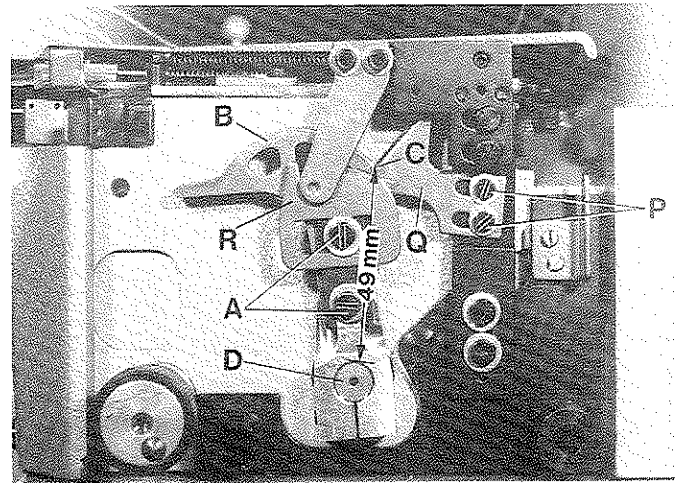

Fig. 22
1. Loosen the two screws (A, Fig. 22) and set the take-up cams (B) so that the distance between upper edge of rocker shaft (D) and corner (C) on take-up cams (B) is 49 mm (1 15/16 in.) (see Fig. 22). Retighten screws (A).
5. For timing the "cast-off" of the looper threads turn handwheel in operating direction until the tips of the descending needles are even with the bottoms of the blades of loopers moving to the right. At this moment the looper threads simultaneously should be forced by the cast-off finger (Q, Fig. 22) over corner (C) on take-up cams (B). At the same time the nose on auxiliary take-up cam (R, Fig. 22) should just contact the looper threads.
1. Lösen Sie die beiden Schrauben (A, Fig. 22) und stellen Sie die Abzugskurven (B) so, daß zwischen der Oberkante der Schwinghebelwelle (D) und der Ecke (C) an den Abzugskurven (B) ein Abstand von 49 mm ist (siehe Fig. 22). Ziehen Sie die Schrauben (A) wieder an.
5. Zum Einstellen des Abzug-Zeitpunktes der Greiferfäden drehen Sie das Handrad in Nährichtung, bis die nach untengehenden Nadelspitzen mit den Unterkanten der Klingen der sich nach rechts bewegenden Greifer bündig sind. In diesem Augenblick müssen die Greiferfäden vom Abzugsfinger (Q, Fig. 22) über die Ecke (C) der Abzugskurven (B) geschoben werden. Zum gleichen Zeitpunkt muß die Nase an der Zusatz-Abzugskurve (R, Fig. 22) die Greiferfäden gerade berühren.